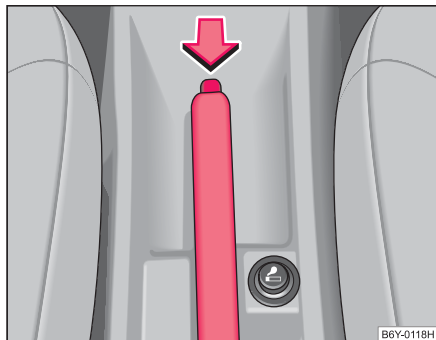

Abb. 85 Mittelkonsole:
- Ziehen Sie den Handbremshebel etwas hoch **und** drücken Sie **gleichzeitig** den Sperrknopf ⇒ **Abb. 85** hinein.